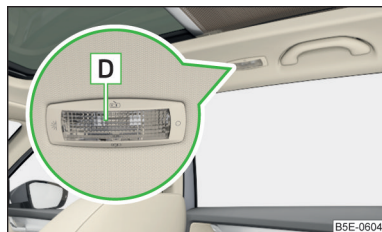

Fig. 52
**Varianta 3 - operare (prin mișcarea dispensorului **D**) » fig. 52**